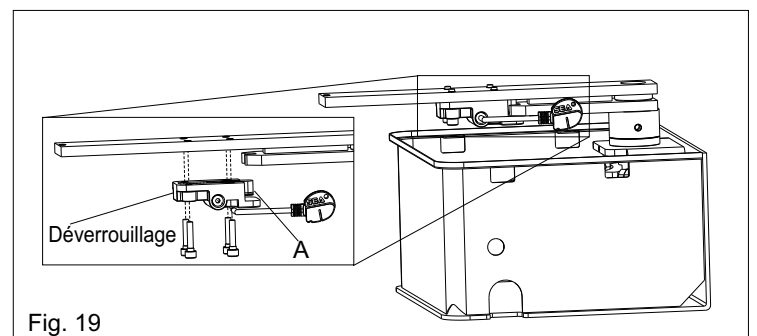

Fig. 19
**6.1.** Graisser le pivot d'accrochement (A) et monter le système de déverrouillage sous l'ensemble vantail, utilisant les 4 vis fournies (Fig. 19)